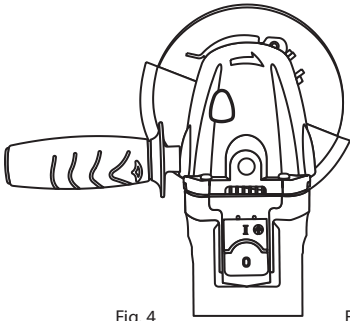

Fig. 4
- Appuyez sur le bouton de blocage de la broche (1) et tournez l'écrou de serrage (2) jusqu'à ce que la broche se bloque.
- Retirez la bride du disque (4). Il va simplement retirer la broche (5).
- Tirez le levier du dispositif de blocage (6) vers l'extérieur pour permettre à la bride de protection de se dilater pour l'installation.
- Faites glisser le dispositif de protection (7) sur le logement de la broche (8) jusqu'à ce que les indentations (9) de la protection de la lame s'insèrent dans la rainure (10) du logement de la broche.
- Tourner le protecteur de sorte qu'il soit correctement positionné en fonction de l'emplacement de la poignée latérale sur les Fig. 4, 5 & 6.
- Fermez complètement le levier de blocage de la protection (6) de façon à ce que le protecteur s'enclenche fermement.